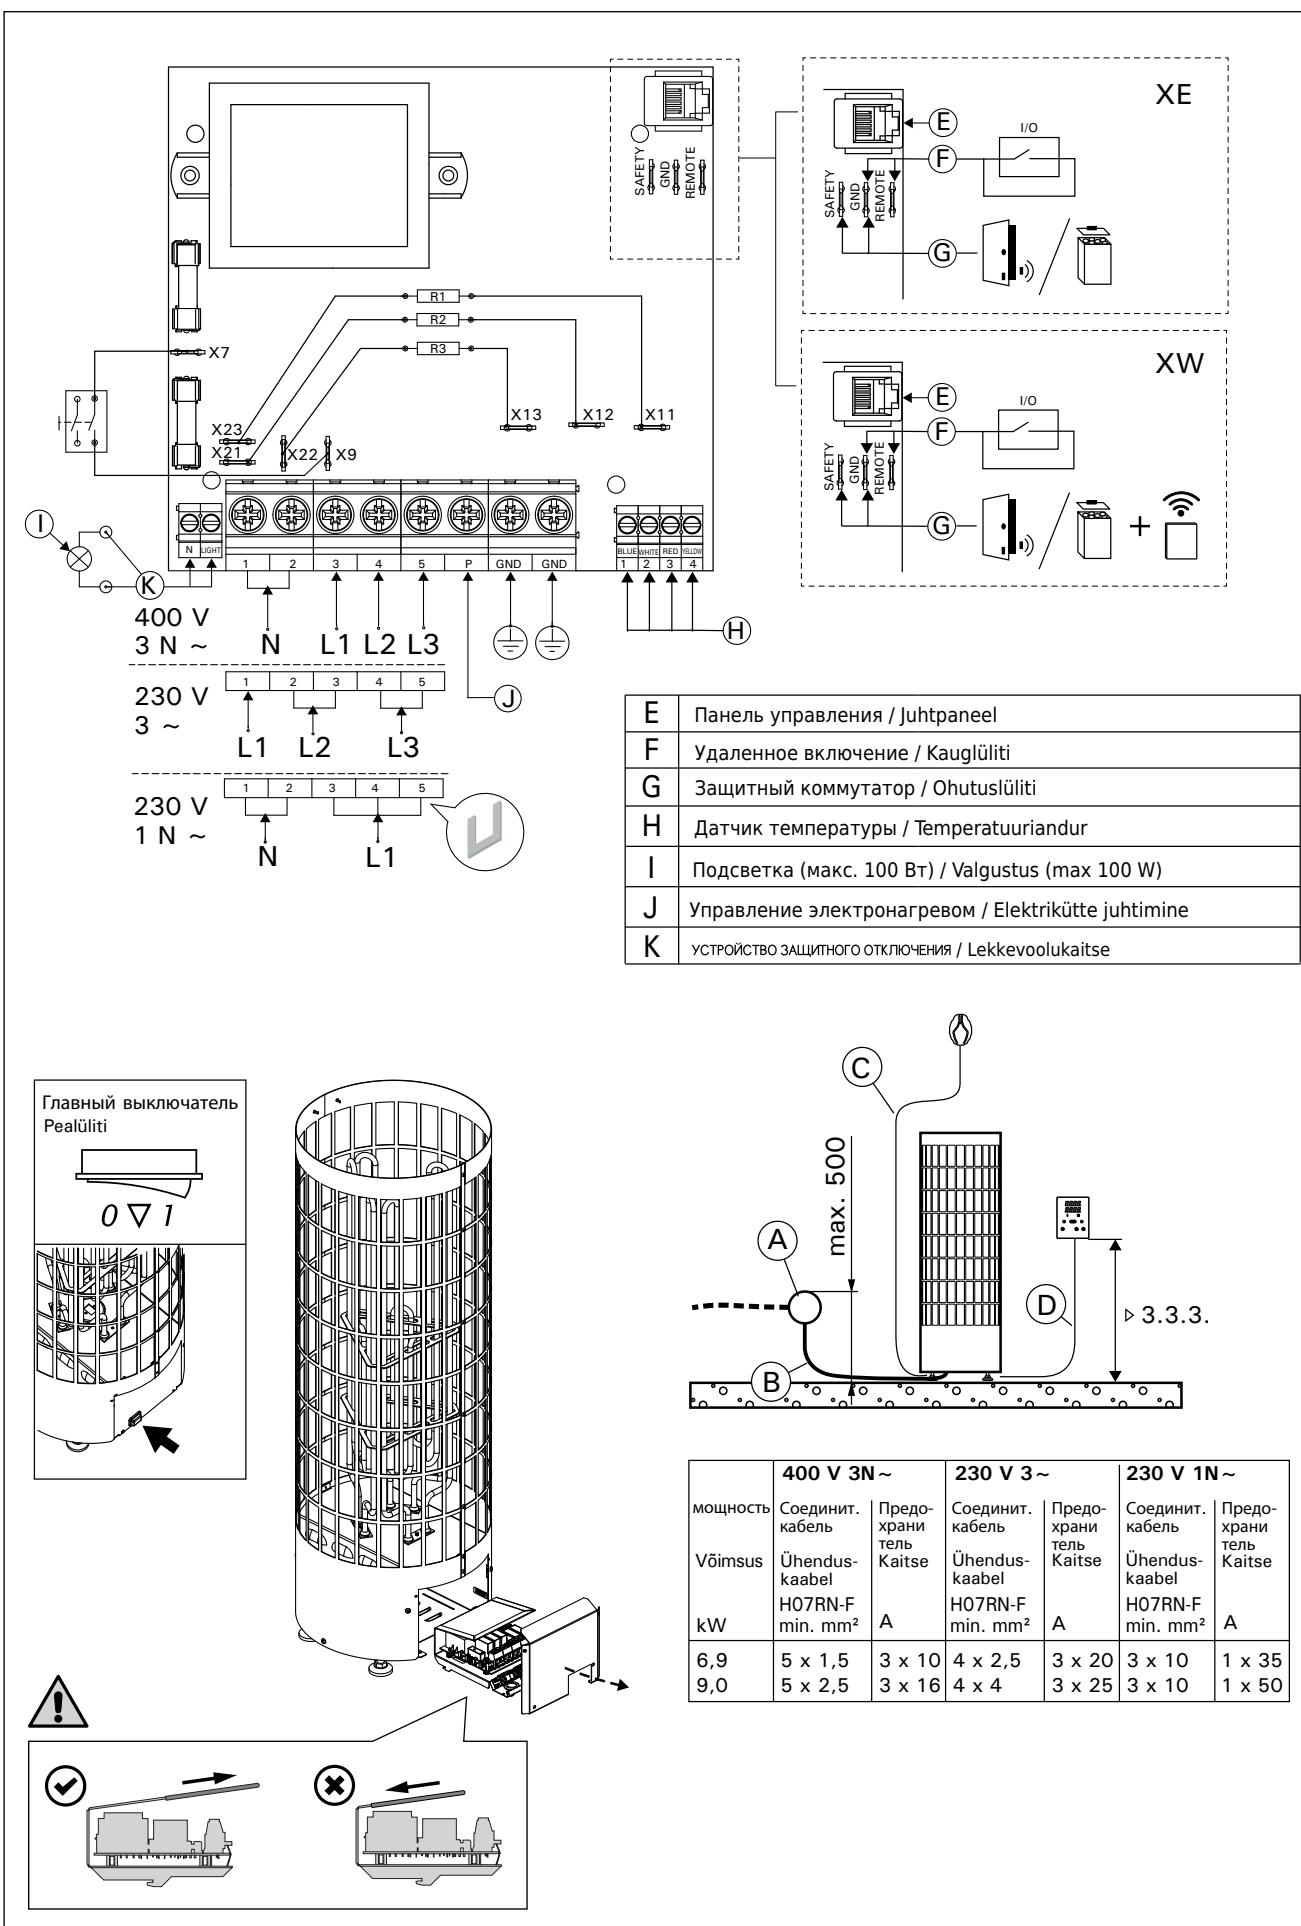

Рисунок 7. Электромонтаж
- Каменка гибким проводом подсоединяется к соединительной коробке (рис. 7: А) на стене сауны. Соединительная коробка должна быть брызгозащищенной и находиться на расстоянии не более 500 мм от пола.
- В качестве кабеля (рис. 7: В) следует использовать резиновый кабель типа HO7RN-F или подобный. **ВНИМАНИЕ! Использование кабеля с ПВХ-изоляцией запрещено вследствие его разрушения под воздействием тепла.**
- Кроме клемм питания каменки оснащены также клеммой (P), которая делает возможным управление электрическим нагревом (рис. 7). Управляющее напряжение передается от каменки, когда она включена. Кабель управления электронагревом подводят прямо к соединительной коробке каменки и дальше с помощью резинового кабеля, равного по сечению соединительному кабелю, к клеммнику.